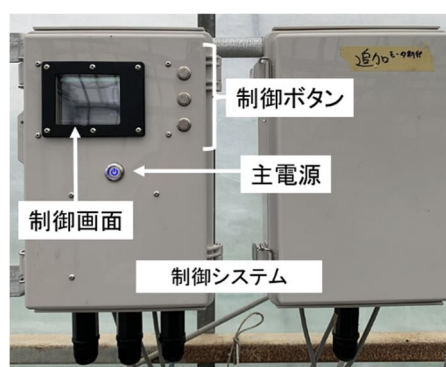

図 3 制御システム（上）と操作画面（下）
3. 遮光ネット開閉時の日射量の閾値は作業員自身で制御システムを操作することにより設定する。閾値はボタンを複数回押すことで設定できる（図 3）。